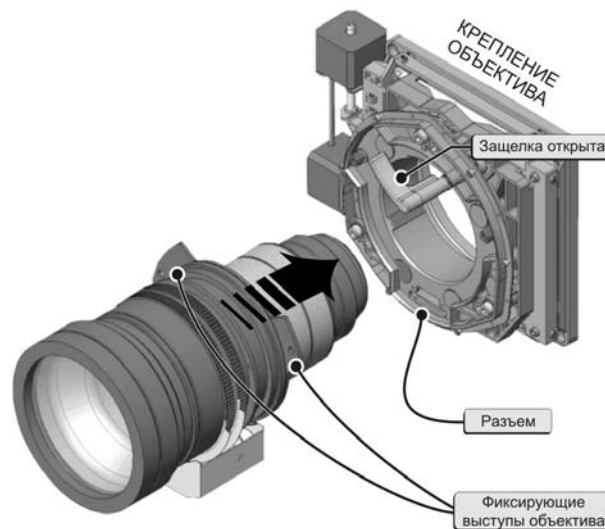

**РИСУНОК 4-4 ЗАЩЕЛКА-ФИКСАТОР ОБЪЕКТИВА**
2. Закройте объектив крышкой (**Рисунок 4-4, 1**) и освободите защелку-фиксатор, толкнув ее вверх (**Рисунок 4-4, 2**).
3. Если потребуется, отверните два винта, фиксирующих объектив в проекторе (**Рисунок 4-4, 3**).